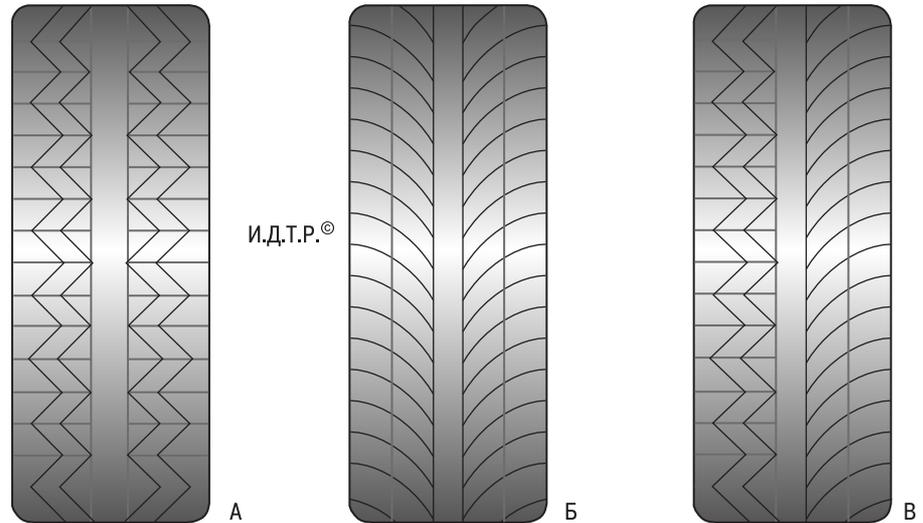

Рис. 14.4. Виды рисунков протектора: А – ненаправленный; Б – направленный; В – асимметричный
- **ненаправленный рисунок** (рис. 14.4, А) – симметричный относительно радиальной плоскости колеса (проходящей через его ось вращения). Является наиболее универсальным, поэтому большая часть шин выпускается именно с этим рисунком;